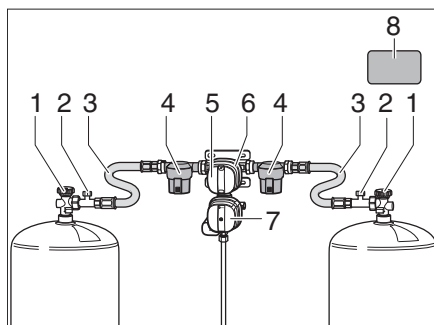
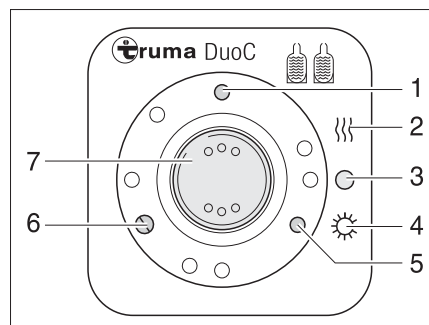
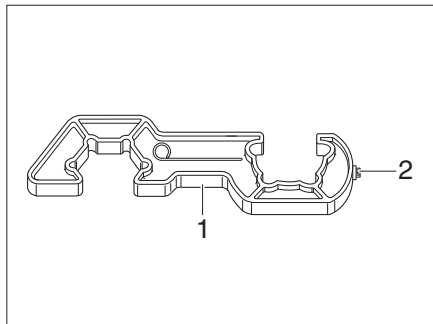
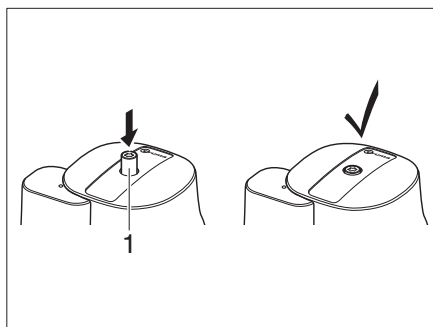

Bild 85 DuoControl-omkopplingsenhet
Bild 86 Kontrollenhet
Bild 88 Skruvhjälp
Bild 89 Crash-sensor
DuoControl-omkopplingsenheten består av en omkopplingsventil (Bild 85,6) och kontrollenheten (Bild 86). Omkopplingsventilen är monterad mellan högtrycksslangarna (Bild 85, 3). Med vredet (Bild 85, 5) på omkopplingsventilen kan man ställa in vilken gasflaska som ska användas som driftflaska och vilken som ska användas som reservflaska.
Omkopplingsventilen (Bild 85, 6) är utrustad med avfrostningsanläggningen EisEx för regulatorer. På detta sätt undviks störningar på gasanläggningen under vintern.
Före omkopplingsventilen finns på båda sidor ett gasfilter (Bild 85, 4) som skyddar gasanläggningen mot oljeläckage och föroreningar.
På kontrollenheten (Bild 86) kan endast de elektriska funktionerna styras.. Gasflaskornas huvudavstängningsventiler (Bild 85, 1) måste öppnas för hand.
Omkopplingsventilen sörjer för ett konstant gstryck, oberoende av vilken gasflaska som används. De båda kontrolllamporna på kontrollenheten indikerar driftflaskans tillstånd. När den gröna kontrolllampan (Bild 86, 6) lyser är driftflaskan full. När den röda kontrolllampan (Bild 86, 5) lyser är driftflaskan tom. Gasen matas sedan via reservflaskan.
- Öppna huvudavstängningsventilerna (Bild 85,1) på gasflaskorna.
- Välj vilken gasflaska som ska prioriteras (driftflaska) med vredet (Bild 85, 5) på omkopplingsventilen (Bild 85, 6).
- Ställ vippkontakten (Bild 86, 7) på "O" (Bild 86, 3). Den gula kontrollampan (Bild 86, 1) slocknar.
- Stäng huvudavstängningsventilerna (Bild 85, 1) på gasflaskorna.
Kontrolllamporna på kontrollenheten (Bild 86, 5 och 6) signalerar inne i fordonet om driftflaskan är driftklar.
När den gröna kontrollampan (Bild 86, 6) slocknar under drift och den röda kontrollampan (Bild 86, 5) tänds är gasflaskan, som är vald som driftflaska, tom och måste bytas. Gasförbrukarna försörjs med gas från reservflaskan.
- ▶ Använd den medföljande skruvhjälpen (Bild 88, 1) när högtrycksslangarna ska skruvas på och av. Den säkerställer det nödvändiga åtdragningsmomentet och förhindrar skador på skruvkopplingen på grund av felaktiga verktyg.
- Stäng huvudavstängningsventilen (Bild 85, 1) på den tomma gasflaskan.
- Skruva av högtrycksslangen (Bild 85, 3) från gasflaskan med skruvhjälpen (Bild 88).
- Anslut den fulla gasflaskan till högtrycksslangen (Bild 85, 3).
- Öppna huvudavstängningsventilen på gasflaskan (Bild 85, 1).
- Vrid vredet (Bild 85, 5) på omkopplingsventilen (Bild 85, 6) ett halvt varv för att ställa in att den precis bytta gasflaskan fungerar som reservflaska.
- Tryck på knappen (Bild 85,2) för slangbrottsäkringen på högtrycksslangen för att aktivera den.
- Tryck ev. på återställningsknappen (Bild 89, 1) på crash-sensorn.
- ▶ Beakta säkerhetsetiketten (Bild 85, 8) i gasbehållaren.
- Använd Torx T20 (Bild 88,2) för att trycka in avsäkringsknappen (Bild 89,1) på skruvhjälpen, vrid knappen lätt medurs och håll kvar under 5 sekunder. Crash-sensorn är driftklar när avsäkringsknappen (Bild 89,1) stannar i det nedsänkta läget.
- Tryck kraftigt på den gröna knappen (Bild 85, 2) på högtrycksslangen (Bild 85, 3) när gasflaskan bytts.